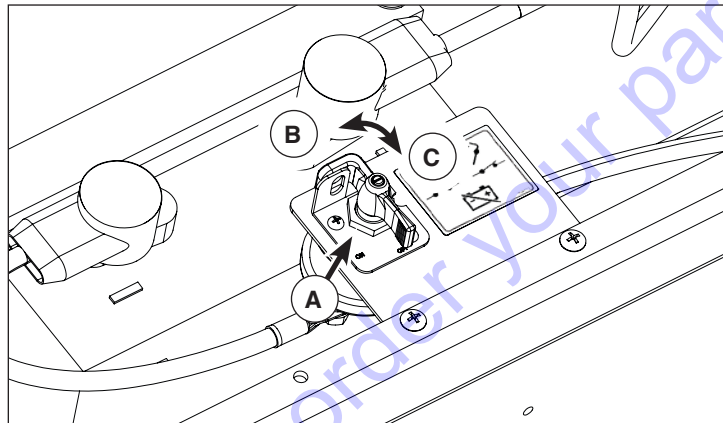

Figura A1
1. Gire el interruptor (A, Figura A1) a la posición de desconexión (B).
2. Gire el interruptor a la posición de conexión (C, Figura A1).